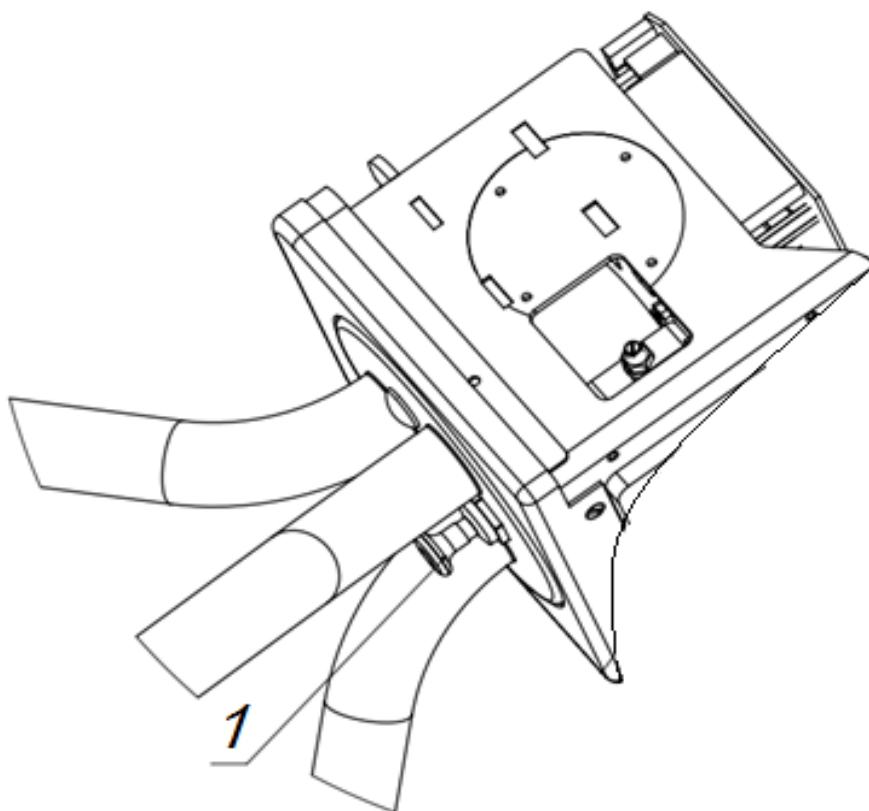

Рис.4 Открутить стопор фиксации планок
1.1. Открутить стопор фиксации 1 с помощью торцевого ключа D22 (рис.4)